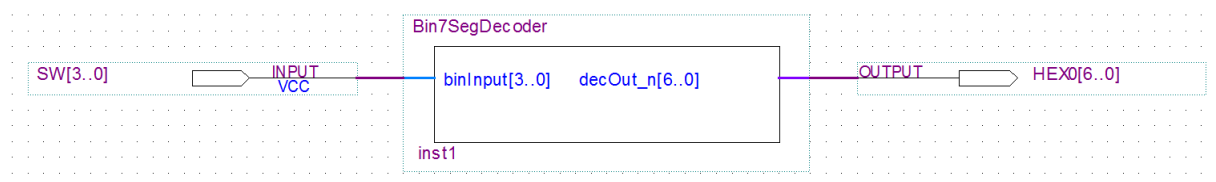

Figura 10 – Instanciação do módulo "Bin7SegDecoder" e ligação a pinos da FPGA.
6. Num novo ficheiro chamado "DisplayDemo.bdf", crie um esquema lógico para instanciar o decodificador binário→7 segmentos e associar os respetivos portos a pinos concretos da FPGA do *kit* de desenvolvimento. Como mostra a Figura 10, ligue as entradas a interruptores e as saídas aos sinais de controlo dos segmentos do *display* HEX0.